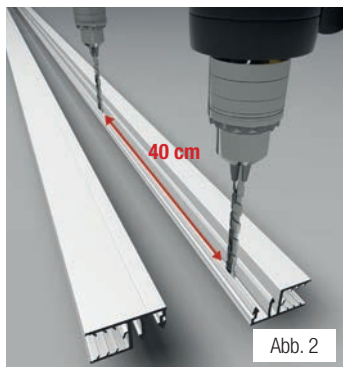

Abb. 2
3. Das später auf der Unterkonstruktion aufliegende Profiltail (also jedes 2. Profil) wird in das obere Profil „eingeklippt“. Aus diesen Grund muss alle 40 cm mit einem 5-mm-Bohrer vorgebohrt werden (siehe Abb. 2).